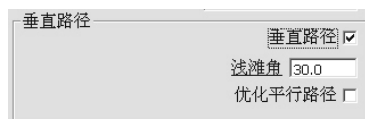

图 4-65 “垂直路径”选项栏
(3) 垂直路径 垂直路径定义垂直于第一组平行精加工刀具路径的第二组平行精加工刀具路径。勾选“垂直路径”选项后，“浅滩角”及“优化平行路径”两个选项被激活，如图 4-65 所示。